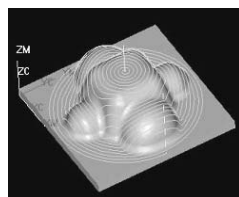

图 1-24 等高层切方式
4) 等高线层切法。将零件分成若干层,一层一层逐层往下切,在每层中将零件所有区域加工完后再进行下一层,在每一层均采用螺旋或圆弧进刀,同时采用无尖角刀具轨迹,这样有利于排屑,也避免了切削力发生突变,如图 1-24 所示。特别是对薄壁零件来说更应采用这种刀具轨迹,因为这种刀具轨迹的切削过程中薄壁还能保持较高的刚性。